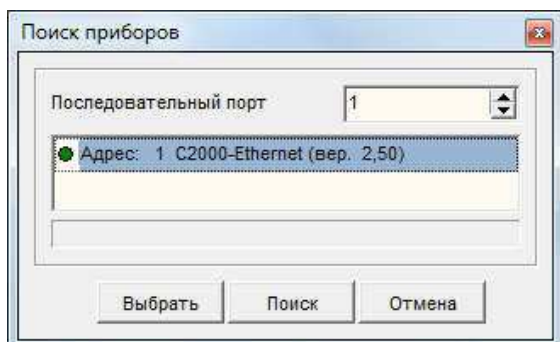

Рисунок 3. Поиск приборов.
- 3) Запустить программу Urog. Выполнить пункт меню «Прибор→Чтение конфигурации из прибора». Откроется окно поиска приборов (см. рисунок 3). В этом окне указать номер COM-порта, к которому подключен «С2000-Ethernet». Нажать кнопку «Поиск» и выполнить поиск приборов. Список найденных приборов выводится в окно программы.